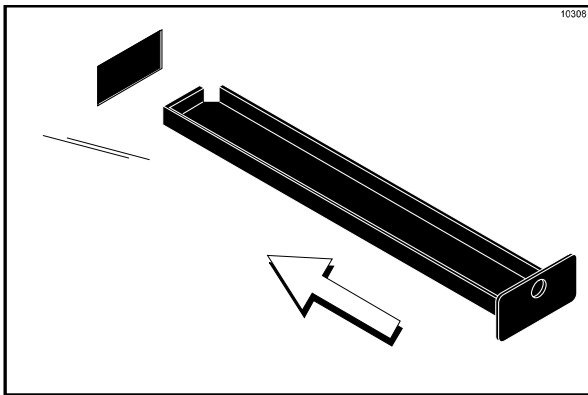

Figure 66
12. Retirer, nettoyer et réinstaller les deux petits bacs ramasse-gouttes à encoches des panneaux latéraux droit et gauche (Cf. Figure 66).